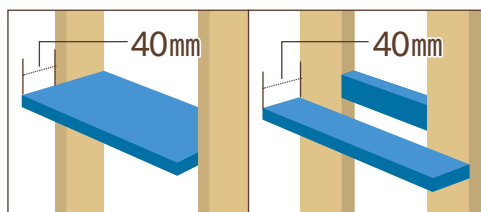

図1:
①以下の行動は転倒によって怪我等の事故につながる恐れがあります。●本製品及び取付物に人が登ったり、扉や手すりを取り付けたりする等、体重のかかるような行為・用途は非常に危険なため絶対にしないでください。●本製品及び取付物に小さなお子様が触れないようにお気を付けてください。
②以下の行為は破損や倒壊による事故につながる恐れがあります。●耐震補強目的での使用はできません。●本製品及びその取付物に液晶テレビ等の重量物や壊れやすい物、貴重品を設置・施工しないでください。●本製品と天井や床の間に、設置した本製品がバランスを崩すような物を挟まないでください。●本製品及び取付物を振動や衝撃が加わるような箇所に設置しないでください。同様に、振動や衝撃が加わるような物を設置しないでください。●長時間使用する場合は、定期的にも製品が正しく設置されていることをご確認ください。異常が見つかった場合は即刻使用を中止してください。●本製品を使用して棚等を作る場合は、弊社純正品をご使用ください。●本製品を使用して棚を作る場合は、棚板を図1のように青い箇所の範囲内に収まるように取り付けてください。(万が一収まらない場合は棚板に脚を取り付け、転倒しないようにするか、棚と棚に置く物を合わせた重心が図1の青い箇所の範囲内に収まるようにしてください)●本製品で作成した柱への取付物は、柱に使用した木材の表面から40mm以内に収まるようにしてください。